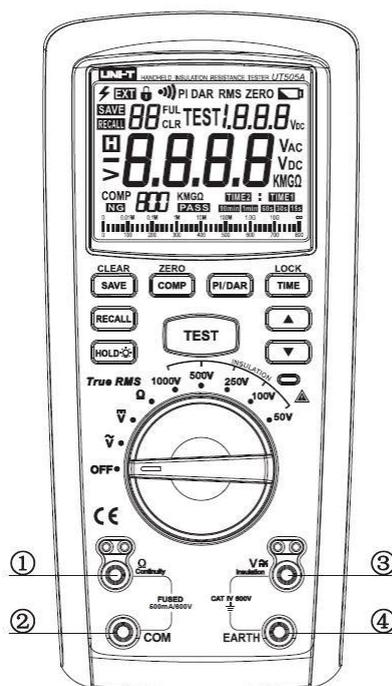

Рисунок 1
V. Органы управления (см. Рисунок 1)